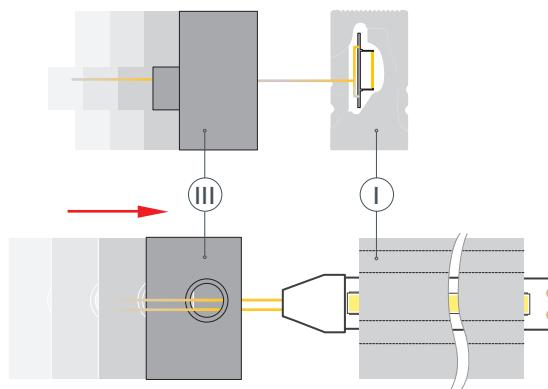

Рис. 2. Протяжка кабелей светодиодной ленты (IV) через отверстие в заглушке (III), вид сбоку
- 3 / Проденьте кабели питания светодиодной ленты (IV) через отверстие в заглушке (III), как показано на рис. 2.